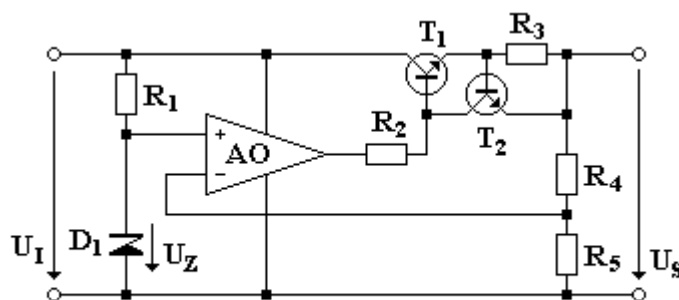

fig. 3
În fig.3 se prezintă schema unui stabilizator cu reacție care are amplificatorul de eroare este realizat cu un amplificator operațional (AO).
Circuitul de protecție al stabilizatorului din fig.3 funcționează în felul următor: